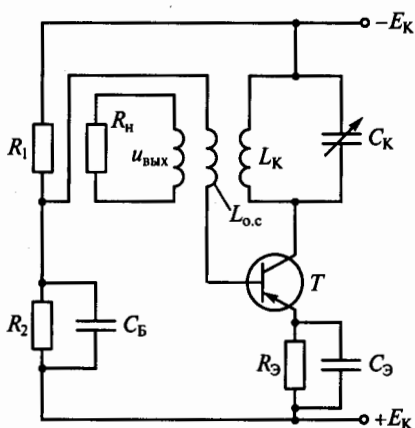

Рис. 211
**8.36.** Чем отличается транзисторный автогенератор (рис. 211) от усилителя?
**8.37.** При сборке схемы автогенератора (см. рис. 211) было нарушено условие баланса фаз (изменен знак обратной связи). Каким образом можно восстановить баланс фаз?
**8.38.** Какие параметры схемы на рис. 211 надо изменить, что-
**8.39.** Какие параметры схемы автогенератора (см. рис. 211) в основном влияют на частоту колебаний?